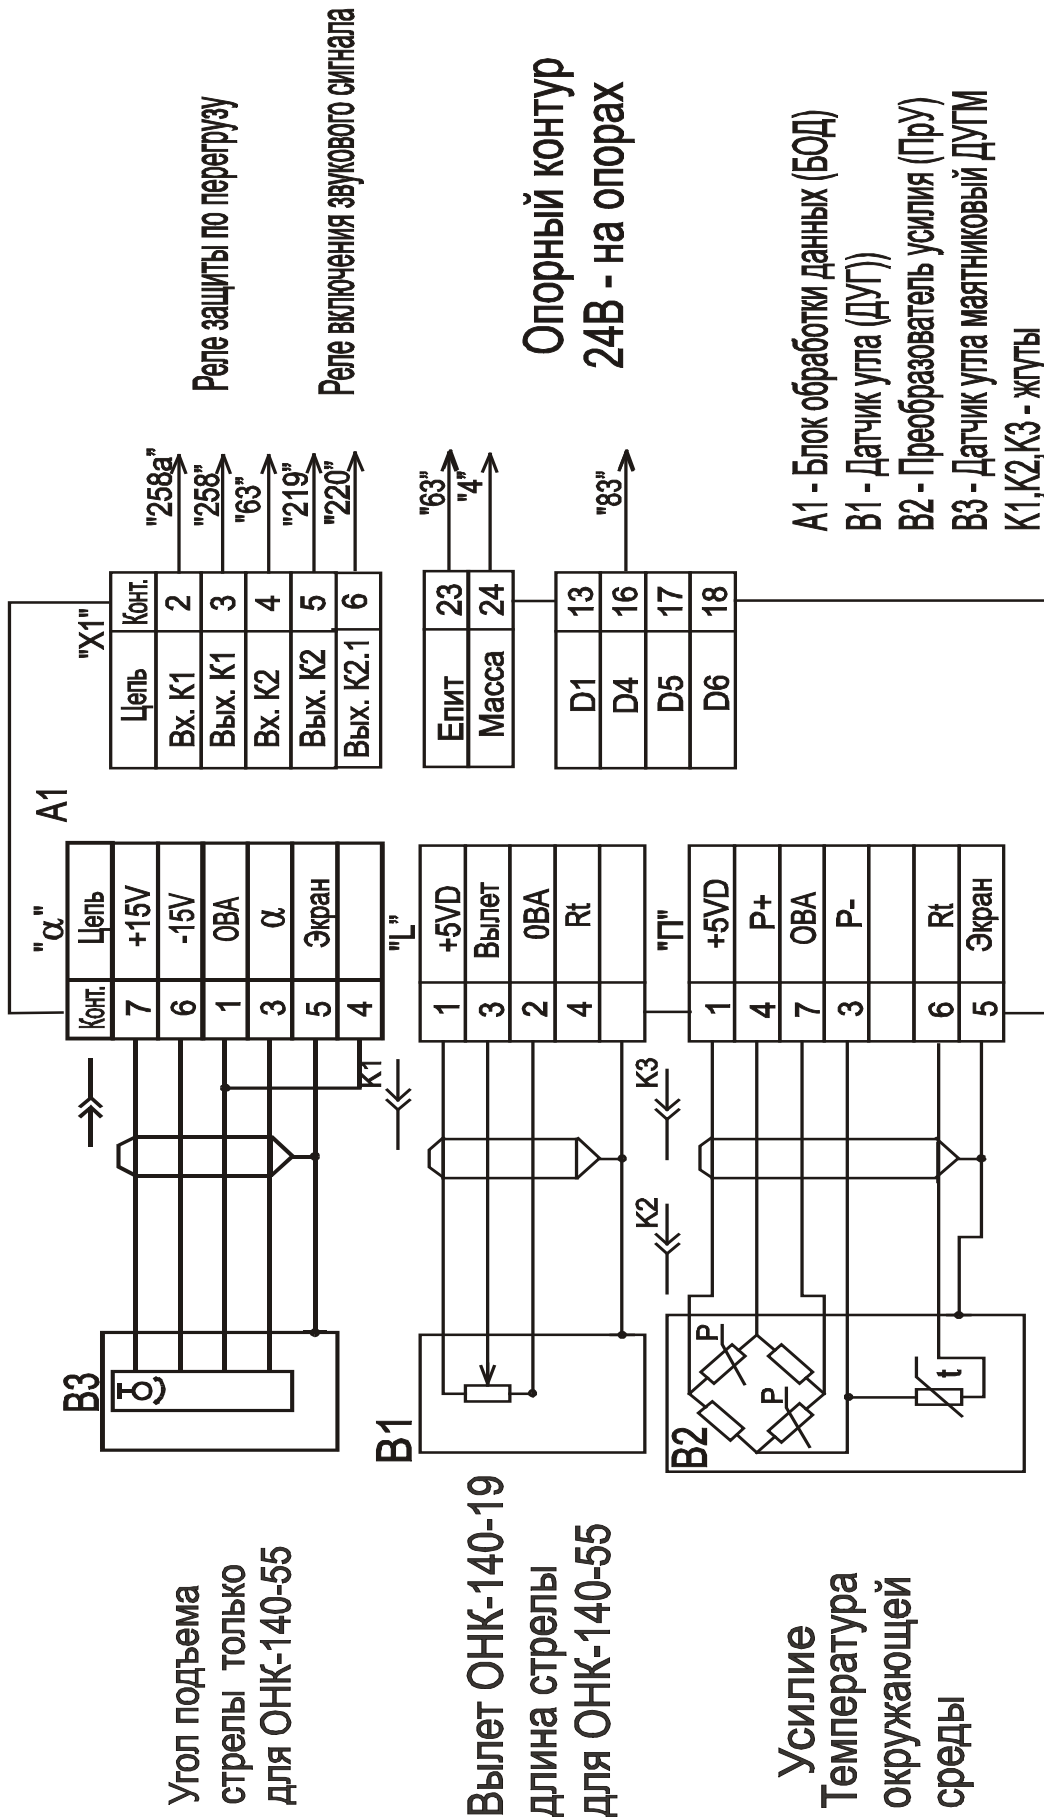

Рисунок 2 - Схема включения ОНК-140 на кране
1.4.2 ОНК подключается к системе управления крана (см. рисунок 2) посредством разъемов: через разъем X1 БОДа проходят цепи управления исполнительными механизмами, цепи питания изделия, сигналы с концевых выключателей, связанных с ручками управления крана; датчики подключаются к прибору через индивидуальные разъемы.